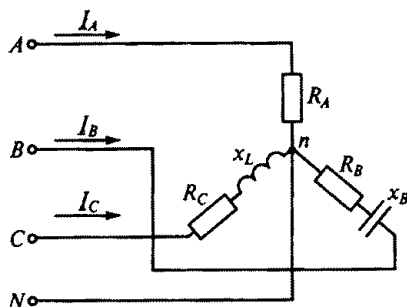

Рис. 133
3.111.Р. Активная мощность потребителя на рис. 133 $P = 4950$ Вт, линейное напряжение сети $U_{\text{л}} = 380$ В, токи $I_A = 10$ А, $I_B = 5$ А, а коэффициенты мощности фаз соответственно $\cos \varphi_A = 1$, $\cos \varphi_B = 0,5$, $\cos \varphi_C = 0,5$. Каковы ток I_C , сопротивления R_C , x_L и реактивная мощность Q потребителя? (Указать неправильный ответ.)
3.114. Включая вольтметр между различными точками схемы, изображенной на рис. 133, измерить напряжения и определить, какое из них линейное, а какое — фазное.